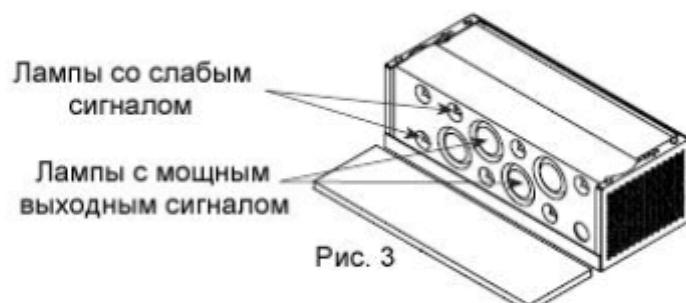

Рис. 3
4. Удалите первый слой пенопласта, чтобы извлечь лампы. См. рис. 3